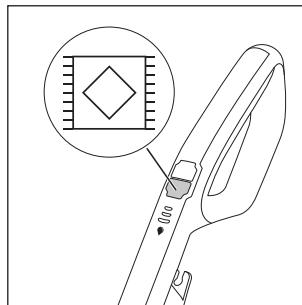

Fig. 17
- ♦ Pentru a porni aparatul apăsați comutatorul pentru mochetă 13 (a se vedea fig. 17). LED-ul comutatorului pentru mochetă 13 luminează albastru.
- Dacă apăsați comutatorul pentru soluția de curățare ⑯ când curățați mochetele, se adaugă de două ori mai multă soluție de curățare pe rola perie ⑥ în comparație cu curățarea podelelor tari.
- Pentru a permite covoarelor să se usuce mai repede după curățare, rulați aparatul peste covor de mai multe ori, fără a ține apăsat comutatorul pentru soluția de curățare ⑯.
- ♦ Pentru a opri aparatul, apăsați din nou comutatorul pentru mochetă ⑬ (a se vedea fig. 17).